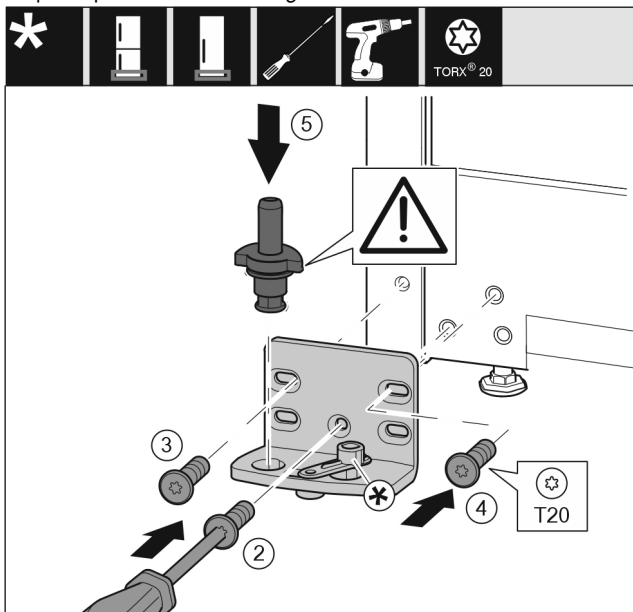

Fig. 18
- Vendosni bazamentin mbështetës në anën tjetër dhe mbërthejeni me ndihmën e një kaçavide. Filloni me vidën *Fig. 18 (2)* poshtë në mes.
- Mbërtheni fort vidën *Fig. 18 (3)* dhe vidën *Fig. 18 (4)*.
- Vendosni komplet në vend bulonin e rrotullimit *Fig. 18 (5)*. Këtu bëni kujdes që gunga ndaluese të jetë e kthyer nga poshtë.